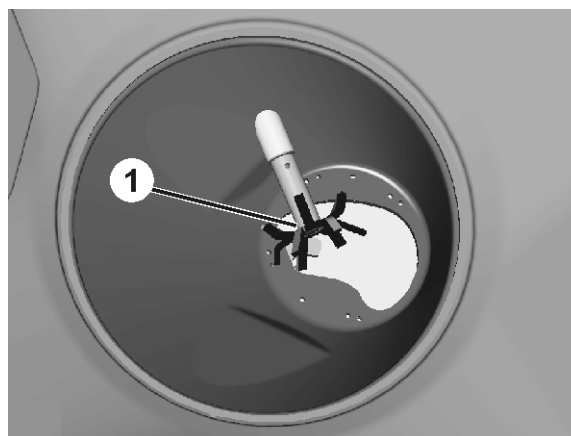

Fig. 15
- **elektronisk** med betjeningsterminalen. Derved frigiver de servomotordrevne doseringsspjæld (Fig. 15/1) forskellige åbningsbredder for gennemgangsåbningerne (Fig. 15/2).
- **manuelt** via indstillingshåndtaget (Fig. 15/3) ved at indstille de forskellige åbningsbredder for gennemgangsåbningerne (Fig. 15/2). Den i den forbindelse nødvendige stilling for indstillingshåndtaget beregnes enten efter angivelserne i spredetabellen eller med regnestokken.
For at åbne og lukke gennemgangsåbningen aktiveres doseringsspjældet hydraulisk (Fig. 15/4).